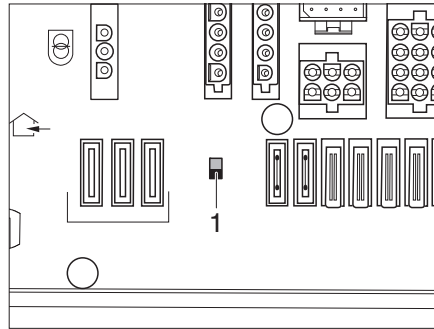

Bild 267 Batteri-brytare
- Ställ batterifrånskiljaren (Bild 267,1) på EBL på "EIN".